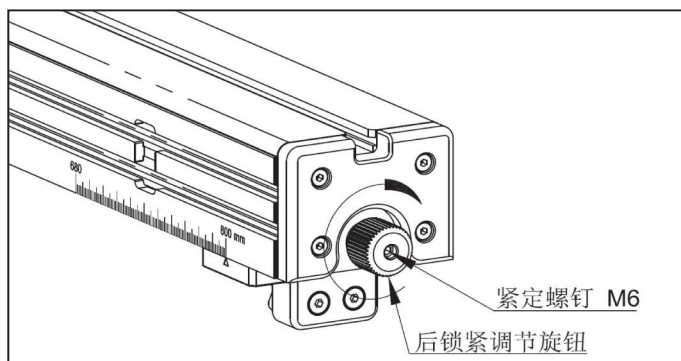

图 6-24
- (6) 调节后端锁紧力：拉起前端锁紧把手。如图 6-24，先完全松开 M6 紧定螺钉，逆时针旋松“后锁紧调节旋钮”，再顺时针旋转“后锁紧调节旋钮”，直至遇见明显阻力时停止。再反向旋转约 45°，重新锁紧 M6 紧定螺钉。